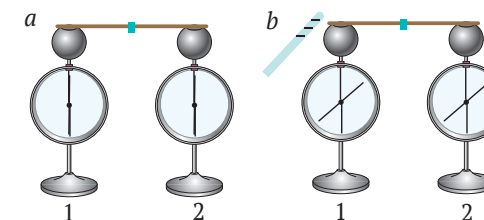

Fig. 3
2.1. Două electroscopae neîncărcate au fost unite printr-o tijă metalică (fig. 3, a). De electroscopul 1 s-a apropiat un bastonaș de sticlă, freat cu mătase (fig. 3, b). Fără a înlătura bastonașul, s-a înlăturat tija, iar apoi s-a îndepărtat și bastonașul. Pe baza legilor și fenomenelor cunoscute, explicați de ce după aceasta electroscopaele au rămas încărcate și stabiliți semnul sarcinii fiecărui electroscop.